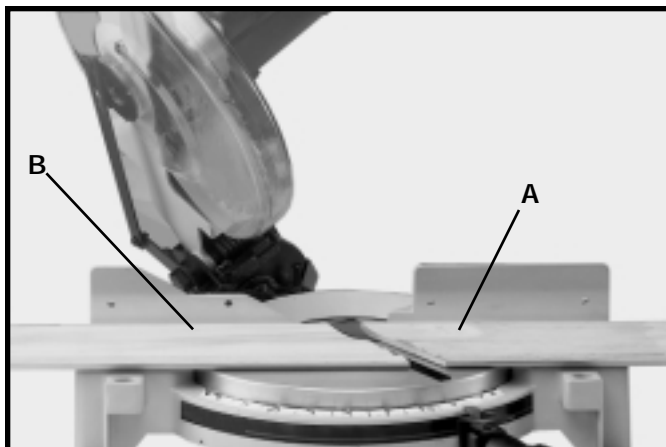
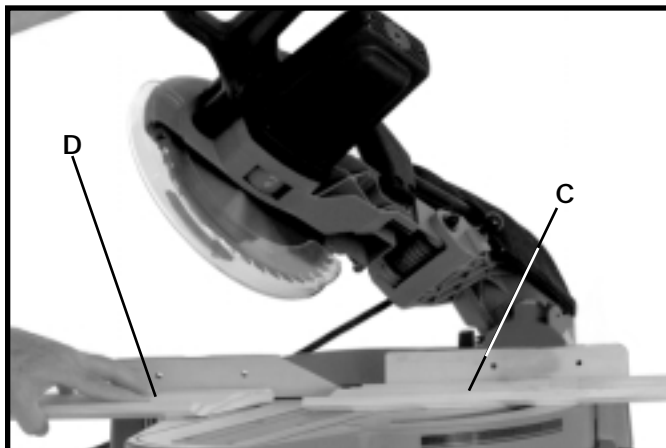
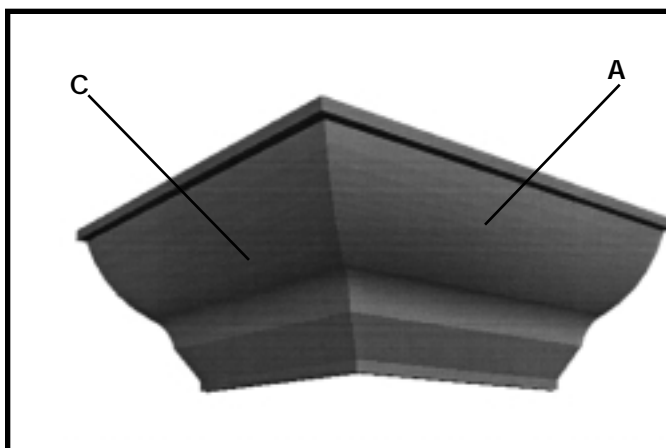
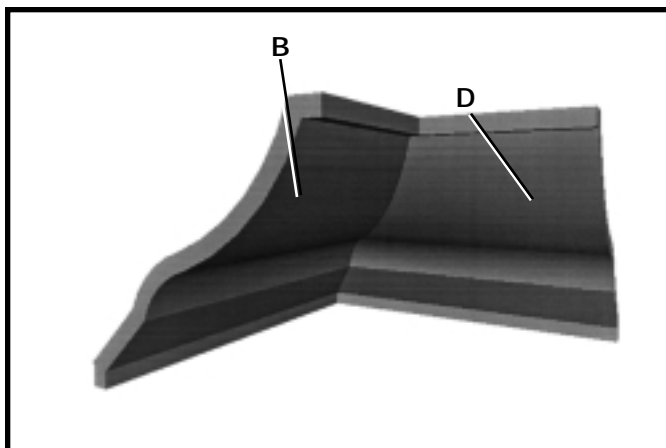

Fig. 38
Fig. 39
Fig. 40
Fig. 41
1. Tournez la table à 31,6° à droite et verrouillez-la en position de coupe en onglet. **REMARQUE** : Un indicateur triangulaire est fourni sur l'échelle graduée pour trouver rapidement cet angle comme l'illustre la figure 38.
2. Inclinez la lame à 33,9° à gauche pour la coupe en biseau et serrez la manette de verrouillage pour la coupe en biseau. **REMARQUE** : Un indicateur triangulaire est fourni sur l'échelle pour trouver rapidement cet angle comme l'illustre la figure 39.
3. Placez la corniche sur la table le **CÔTÉ PLAFOND** de la corniche contre le guide, et effectuez la coupe comme l'illustre la figure 38. **REMARQUE** : Le morceau de corniche utilisé pour le coin extérieur se trouve toujours à droite de la lame comme l'illustre (A) fig. 38. Le morceau de corniche utilisé pour le coin intérieur se trouve toujours à gauche de la lame (B), comme l'illustre la figure 38.
4. Pour réaliser les moitiés correspondantes pour coins intérieurs et extérieurs, tournez simplement la table à la position de coupe en onglet gauche de 31,6° et serrez la poignée de verrouillage de la table. **REMARQUE** : Un indicateur triangulaire est fourni sur l'échelle pour trouver rapidement cet angle comme l'illustre la figure 39.
5. Placez la corniche sur la table le **CÔTÉ MUR** de la corniche contre le guide et effectuez la coupe. Encore une fois, le morceau de corniche utilisé pour le coin extérieur se trouve toujours à droite de la lame (C), comme l'illustre la figure 39. Le morceau de corniche utilisé pour le coin intérieur se trouve toujours à gauche de la lame (D), comme l'illustre la figure 39.
6. La figure 40 illustre les deux morceaux pour coin extérieur mis ensemble; (A) étant la pièce coupée à (A) fig. 38, et (C) étant la pièce coupée à (C) fig. 39.
7. La figure 41 illustre les deux morceaux pour coin intérieur mis ensemble; (B) étant la pièce coupée à (B) fig. 38, et (D) étant la pièce coupée à (D) fig. 39.